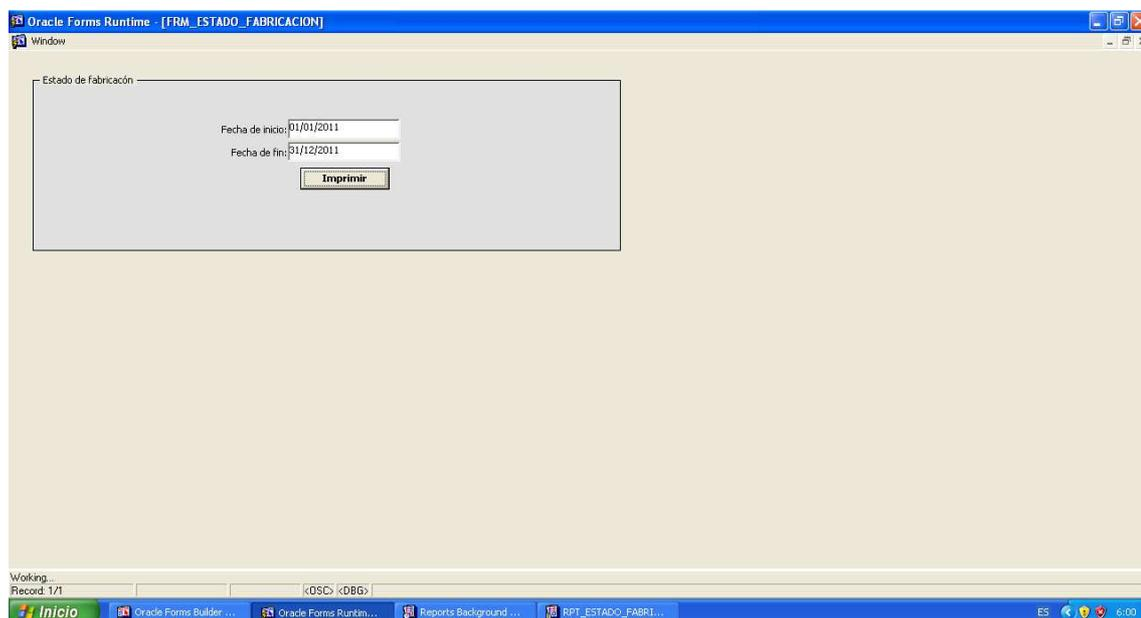

Figura 6-32. Gráfico del Estado de Fabricación
2. Dé clic en la opción <Estado de Fabricación> y le aparecerá la siguiente pantalla: (Véase figura 6-32).